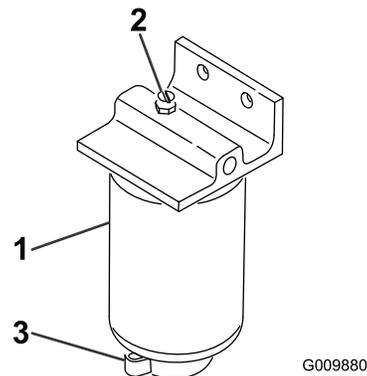

Figure 47
2. Desserrez le robinet de vidange au bas de la cartouche du filtre (Figure 47).
1. Nettoyez la surface autour des supports de la cartouche du filtre (Figure 47).